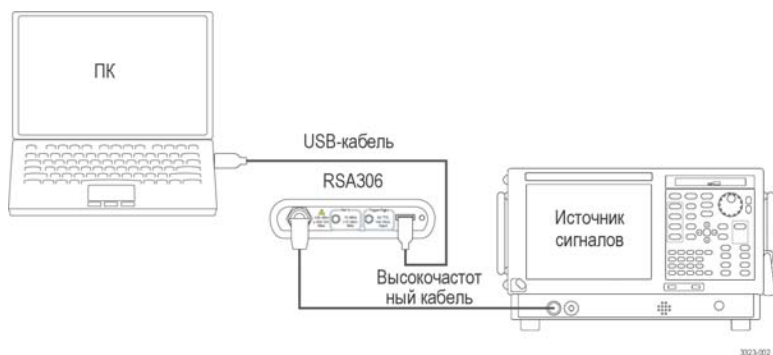

Рис. 2: Подключение прибора
2. Соедините ВЧ-кабелем вход RSA306 и источник сигнала. (См. рис. 2.)